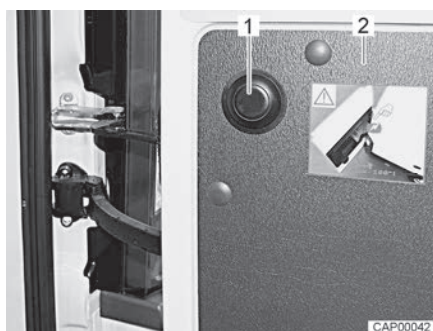

Fig. 26 Bouton-poussoir pour annuler la limitation
- Ouvrir à fond la porte arrière (Fig. 26,2).
- Appuyer sur le bouton-poussoir (Fig. 26,1) maintenir la porte arrière et continuer de l'ouvrir avec précaution.